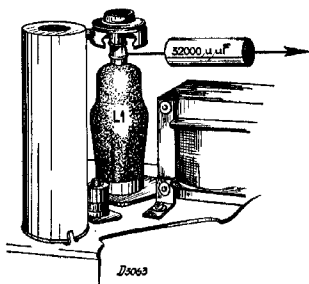

Fig. 2
- Gemoduleerd signaal van 128 kc. via 32000 $\mu\mu\text{F}$ aansluiten aan topverbinding van L1 (zie fig. 2).